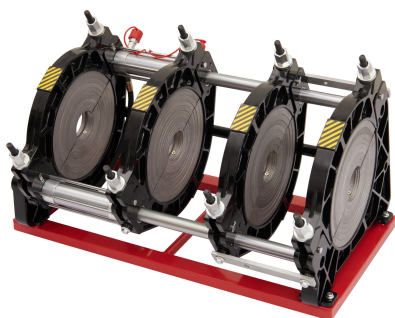

Рисунок 1
1. Гидравлический центратор (раздел 3.3.) (Рисунок 1)